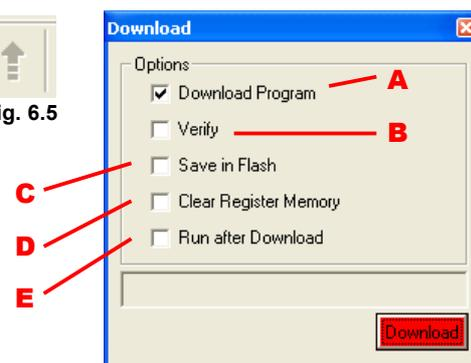

Fig. 6.6
- "Save in Flash" (Fig.6.6-C) – Scrive il programma caricato nella memoria RAM del Controllore sulla memoria Flash interna.
- "Clear Register Memory" (Fig.6.6-D) – Azzerà i valori dei registri General Purpose interni al Controllore.
- "Run After Download" (Fig.6.6-E) – Al termine del download, imposta il Controllore in Run (esegue il programma).
In fase di sviluppo dell'applicativo, se il Controllore è collegato, per attivare la modalità Debug premere il pulsante "Debug" (Fig.6.6-A).
Nella barra di Stato verrà indicato "Debug Mode" (Fig.6.6-B) e verranno attivati i pulsanti che permettono di effettuare le operazioni di debug:
- "Run" (Fig.6.6-C) – Esegue il programma in continuo
- "Run To Break" (Fig.6.6-D) – Esegue il programma fino al prossimo BreakPoint
- "Pause" (Fig.6.6-E) – Interrompe l'esecuzione del programma (se in Run) / Avanza di uno step (se in Stop)
- "Animate" (Fig.6.6-F) – Visualizza l'andamento del flusso del programma, avanzando automaticamente di uno step alla volta.